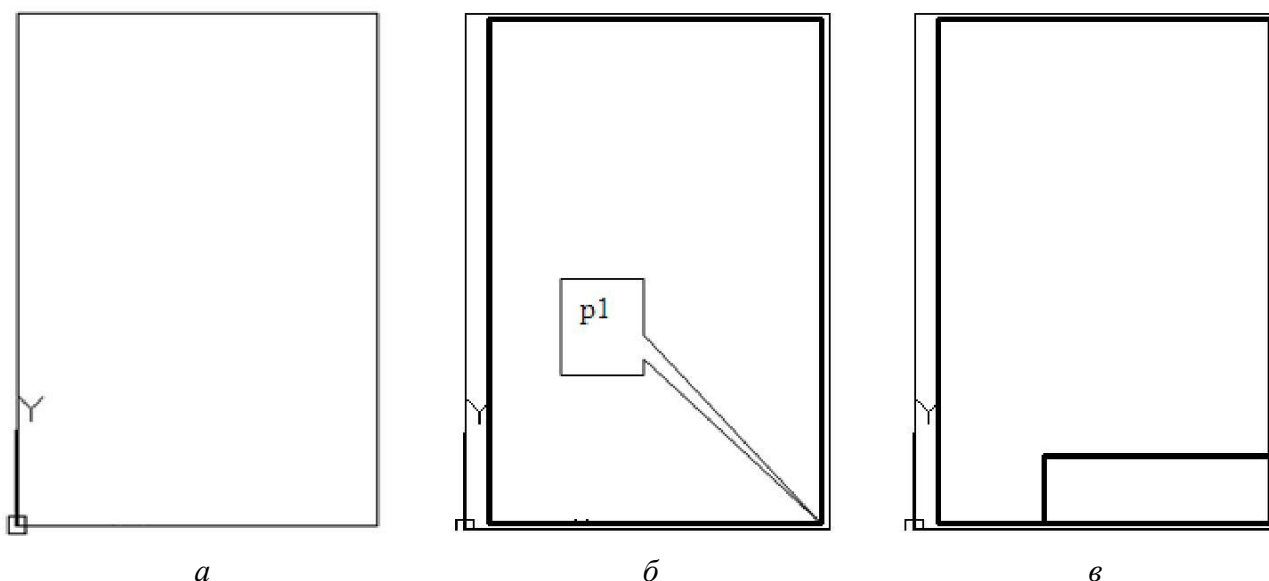
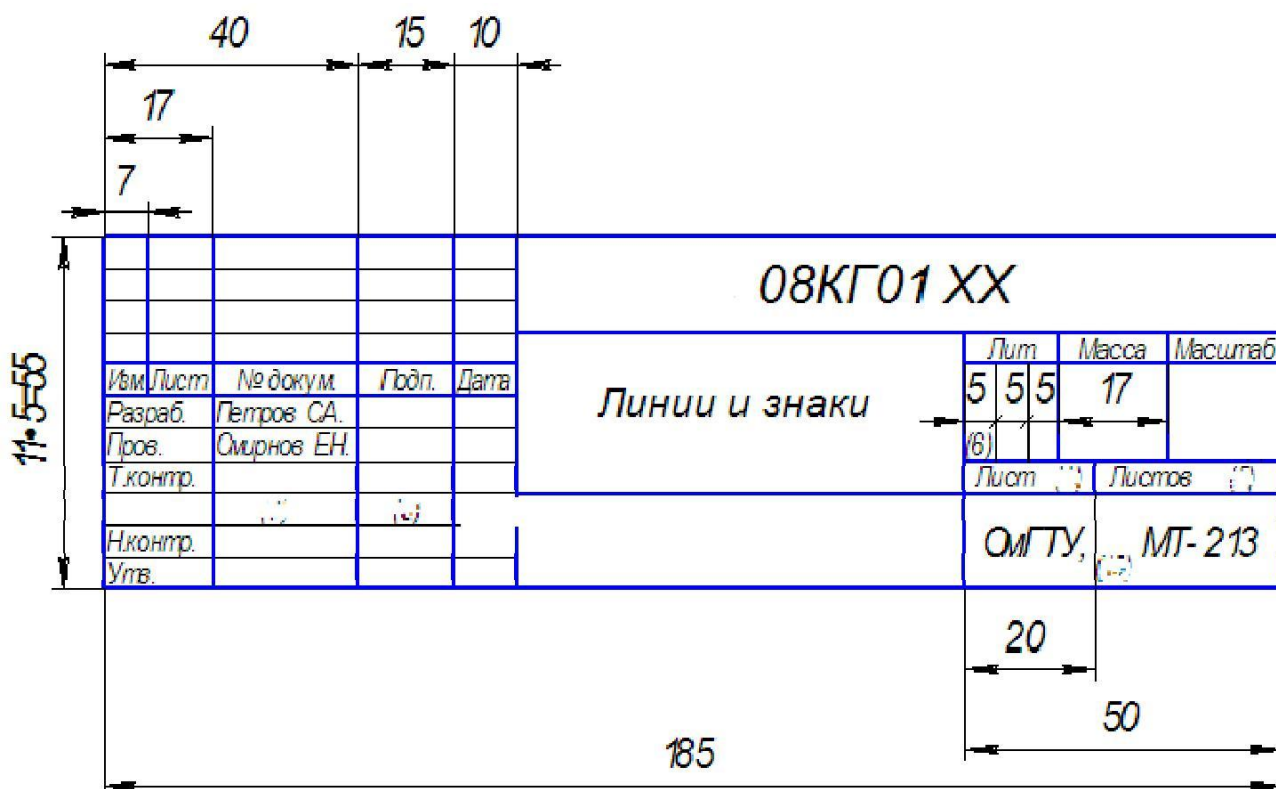

Рис. 1.24. Задание границ, рамки формата А3 и основной надписи
Рис. 1.25. Размеры основной надписи чертежа по ГОСТ 2.104-68
- ввести опцию **Замкнуть (Close)**. Результат построения показан на рис. 1.24, а.
- переместить мышь вниз, ввести с клавиатуры 410 и нажать клавишу **Enter** или ввести опцию **Замкнуть (Close)** и нажать клавишу **Enter**. Результат построения показан на рис. 1.24, б.
- щелкнуть на кнопке  **Полилиния (Polyline)** и задать точку p1 (рис. 1.24, б);
Результат построения показан на рис. 1.24, в. Размеры основной надписи чертежа выполняются по ГОСТ 2.104-68 (рис. 1.25).